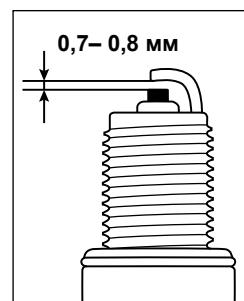

Рис. 18
6. Проверьте величину зазора между заземляющим и центральным электродами, используя специальный щуп. При необходимости установите зазор 0,7–0,8 мм (рис. 18).